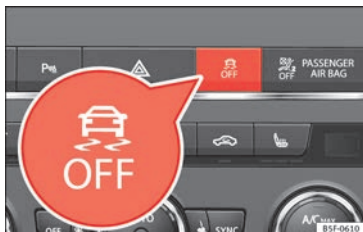

Fig. 190 Console centrale: Tasto per attivare/disattivare l'ESC e l'ASR
- Premendo il tasto  » **fig. 190** per circa 1 secondo, la funzione ASR viene disattivata.
- Premendo il tasto  » **fig. 190** per più di 3 secondi circa, è possibile disattivare il programma elettronico di stabilizzazione (ESC), compresa la funzione ASR.
- La funzione ASR e l'ESC possono essere riattivati premendo il tasto  » **fig. 190.**